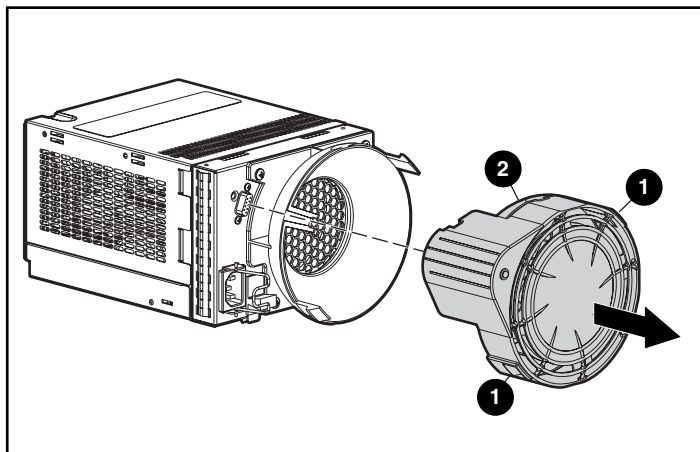

Figura 16: Sustitución del ventilador
1. Pulse las dos pestañas del ventilador de los puertos de color ❶ mientras tira del elemento del ventilador ❷. Consulte la Figura 16 para ver una ilustración.